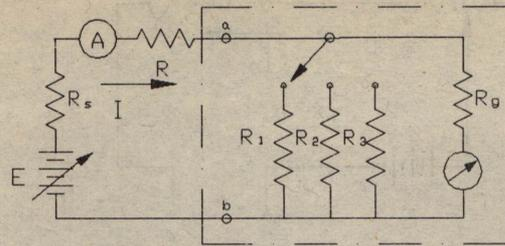

Figura 5
- a) Calcule los valores de R_1 , R_2 y R_3 con la expresión (5) para los rangos de medición de $I_1 = 20 \text{ mA}$, $I_2 = 50 \text{ mA}$ y $I_3 = 100 \text{ mA}$.
- Con los valores calculados, arme el circuito de la figura 5.